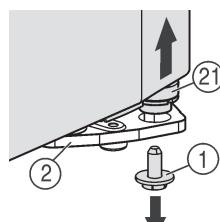
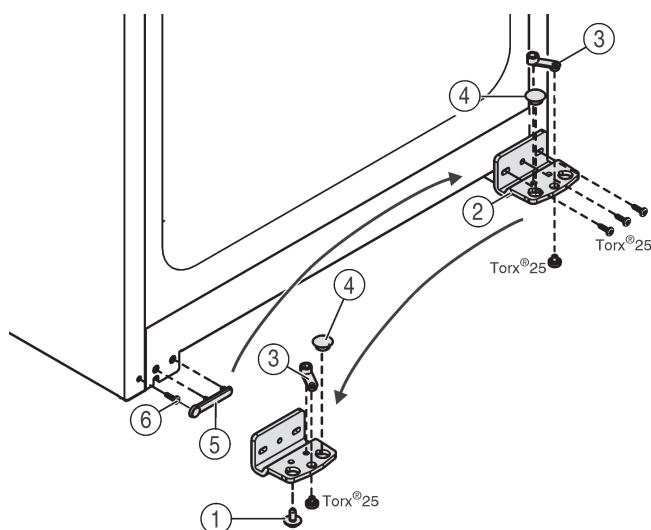

Fig. 4
Fig. 5
- Внизу справа на опорному кронштейні викрутіть фіксуючий гвинт Fig. 4 (1).
- Опорний гвинт Fig. 4 (21) можна буде вийняти з опорного кронштейна Fig. 5 (2).
- Якщо опорний гвинт Fig. 4 (21) не виймається, натисніть на нього знізу.
- Викрутіть опорну деталь Fig. 5 (2).
- Відкрутіть опорну деталь Fig. 5 (3) і вставте в протилежний отвір опорного кронштейну, знову пригвинтіть.
- Вийміть пробку Fig. 5 (4) з опорного кронштейна та переставте її в отвір на протилежному боці опорного кронштейна.
- Зніміть обережно кришку Fig. 5 (5) з боку ручки.
- Викрутіть гвинти Fig. 5 (6) і встановіть їх з протилежного боку.
- Знову вставте кришку Fig. 5 (5).
- Пригвинтіть опорний кронштейн Fig. 5 (2) на новий бік шарніра (**з моментом 4 Нм**). За потреби використовуйте пристрій для електричного закручування гвинтів.
- Викрутіть фіксуючий гвинт Fig. 4 (1) знізу в гвинт і затягніть (**з моментом 4 Нм**).